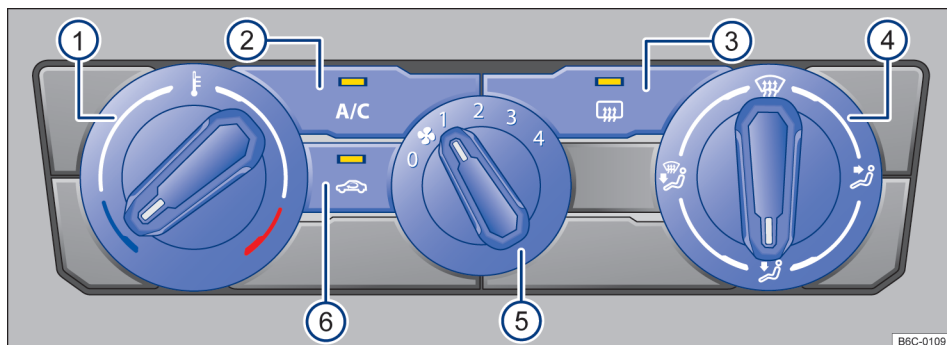

Fig. 84 Comandos do ar-condicionado.
- *Ar-condicionado*: girar o regulador do ventilador para o nível 0 → Fig. 84 (5).
- *Ar-condicionado*: girar o regulador rotativo esquerdo → Fig. 84 (1).
- *Ar-condicionado*: girar o regulador do ventilador → Fig. 84 (5).
- *Ar-condicionado*: girar o regulador da direita → Fig. 84 (4) para posição desejada.
- *Ar-condicionado*: girar o regulador direito para a posição  → Fig. 84 (4).